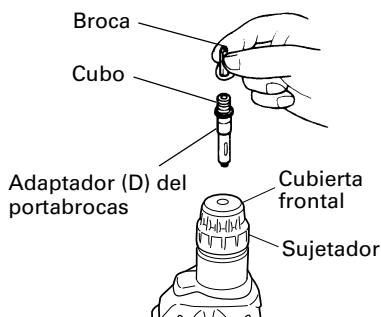

Fig. 11
- (2) La parte del SDS más vástago es igual que una broca. Por lo tanto, para instalarla, consulte "Montaje de la broca".
4. Cuando coloque tornillos para metal (Fig. 11)
- No intente emplear la perforadora de percusión en la función de rotación y golpeteo con el adaptador de portabroca (D) y la broca instalados.
5. Atornillando tornillos para madera (Fig. 11)